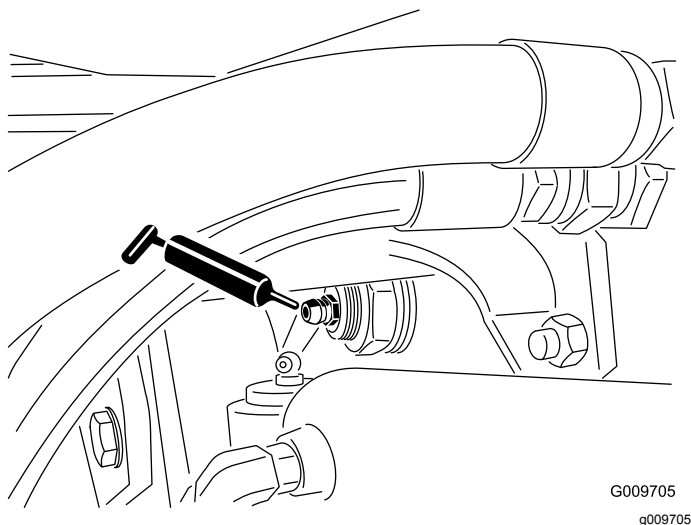

Рисунок 68
- Втулки шарниров задней оси (2 шт.) (Рисунок 68)